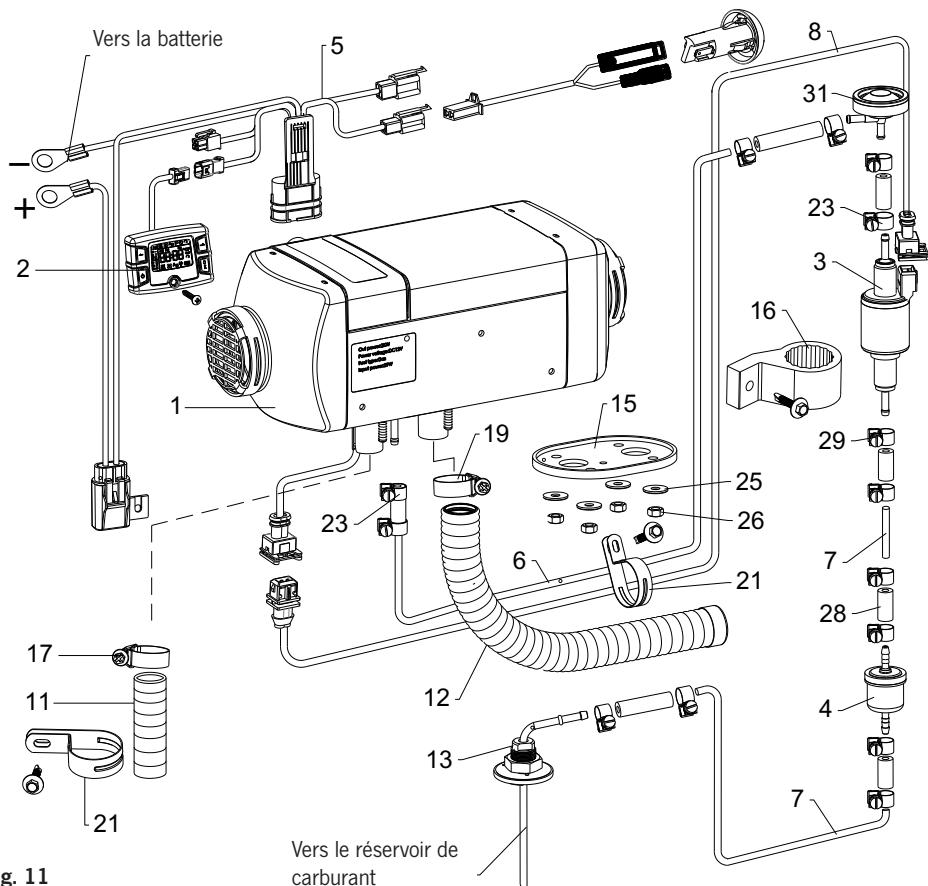

Fig. 11
26. VanHeat 2.0-DH | Informations sur le produit | Liste de pièces de rechange (voir Fig. 11)